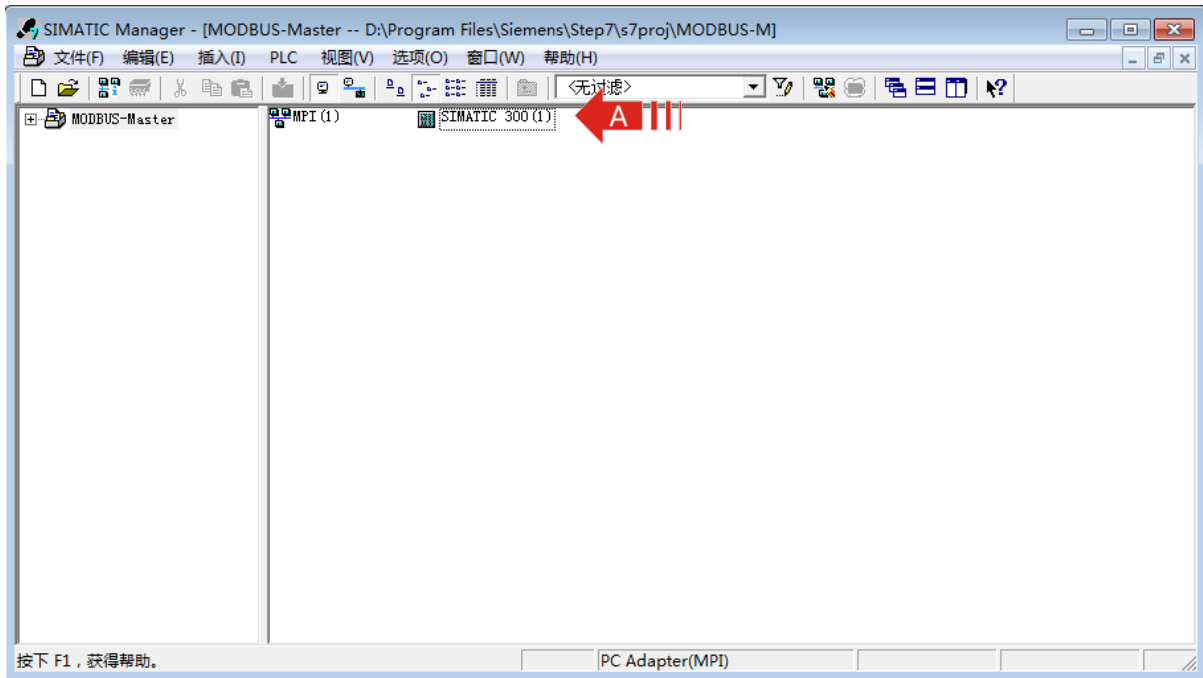

图 4-4
- › 这样一个 S7300 工程的建立完成了，双击 STMATIC 300(1)，进入 S7300 (1) 系统如图 4-4。